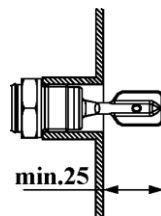
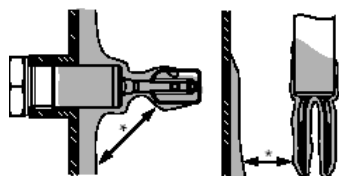

Рисунок 9
Рисунок 10
2.4.4 При установке в емкости и трубопроводы лопатки СУ должны полностью выступать внутрь и ориентироваться вертикально (см. рис. 9). Также следует учитывать возможность налипания на стенки емкости в зоне установки вязких фракций. Для исключения влияния налипания следует увеличить дистанцию от камертона СУ до стенок емкости (см. рис. 10).